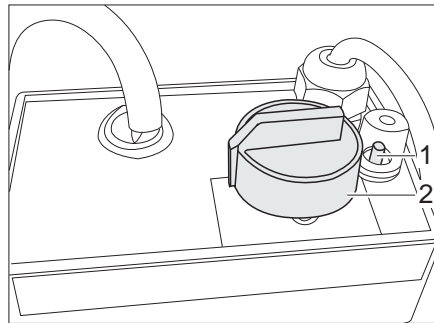

Bild 213 Regler für elektrische Fußbodenerwärmung
- Den Drehregler (Bild 213,2) auf die gewünschte Heizstufe drehen.
- Den Drehregler (Bild 213,2) auf Stellung "0" drehen.
Wenn der Regler überlastet wird, spricht der Überlastungsschutz an. Der Stift (Bild 213,1) springt heraus.
- Den Stift (Bild 213,1) am Überlastungsschutz eindrücken, wenn der Regler abgekühlt ist.